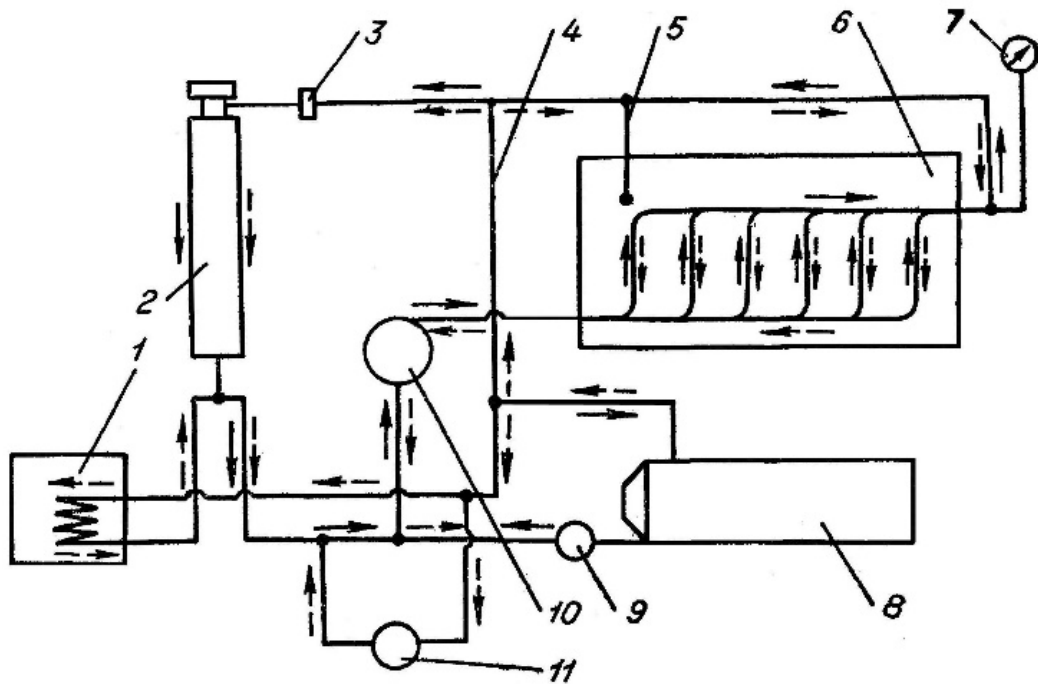

Рис. 4.9. Схема системы охлаждения и подогрева:
Система охлаждения и подогрева дизеля (рис. 4.9) состоит из зарубашечного пространства блока цилиндров 6, водяных полостей головки блока, центробежного водяного насоса 9, осевого вентилятора, водяного радиатора 2 с паровоздушным клапаном, сливного крана, дистанционного термометра 7, форсуночного подогревателя 8 и трубопроводов.
**Работа системы охлаждения и подогрева.** Схема циркуляции охлаждающей жидкости в системе охлаждения дизеля приведена на рис. 4.9. При работе дизеля охлаждающая жидкость из радиатора 2 по трубопроводу поступает в водяной насос 10, а оттуда подается в нижнюю часть зарубашечного пространства блока 6 цилиндров, охлаждая гильзы цилиндров, поднимается кверху и поступает в рубашку головки блока, охлаждая своды камер сгорания, затем снова направляется в радиатор.